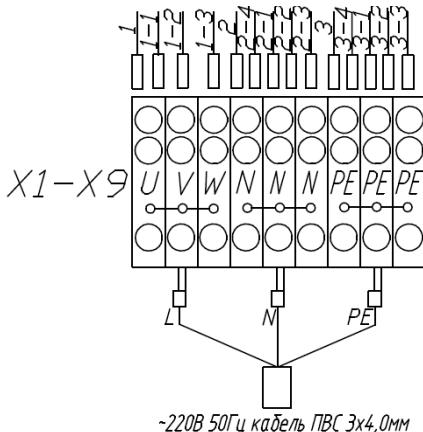

Рис.2 Подключение к
- 4.3. В состоянии поставки станция подготовлена для подключения к однофазной сети 220В (см.рис.2). Для подключения к